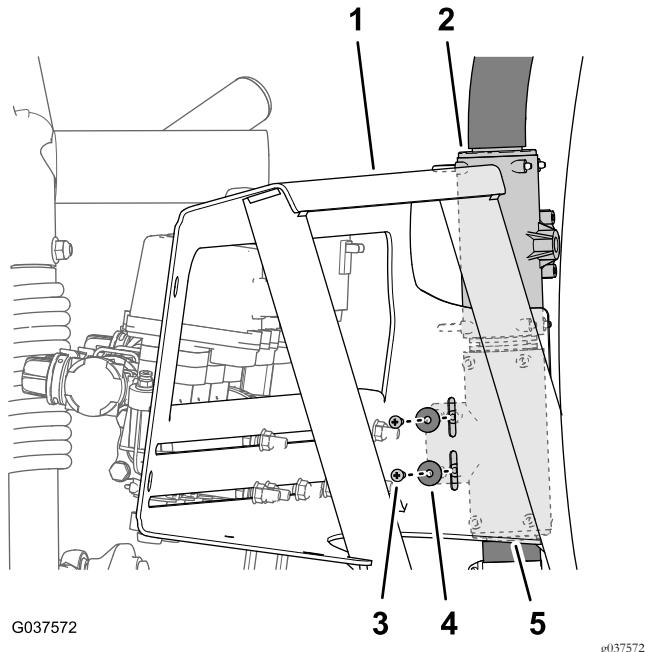

Figura 44
- Retire os dois parafusos de cabeça Phillips (n.º 10 x 5/8 pol.) e as duas anilhas (n.º 10) que prendem a união em T inferior ao suporte da válvula (Figura 44).